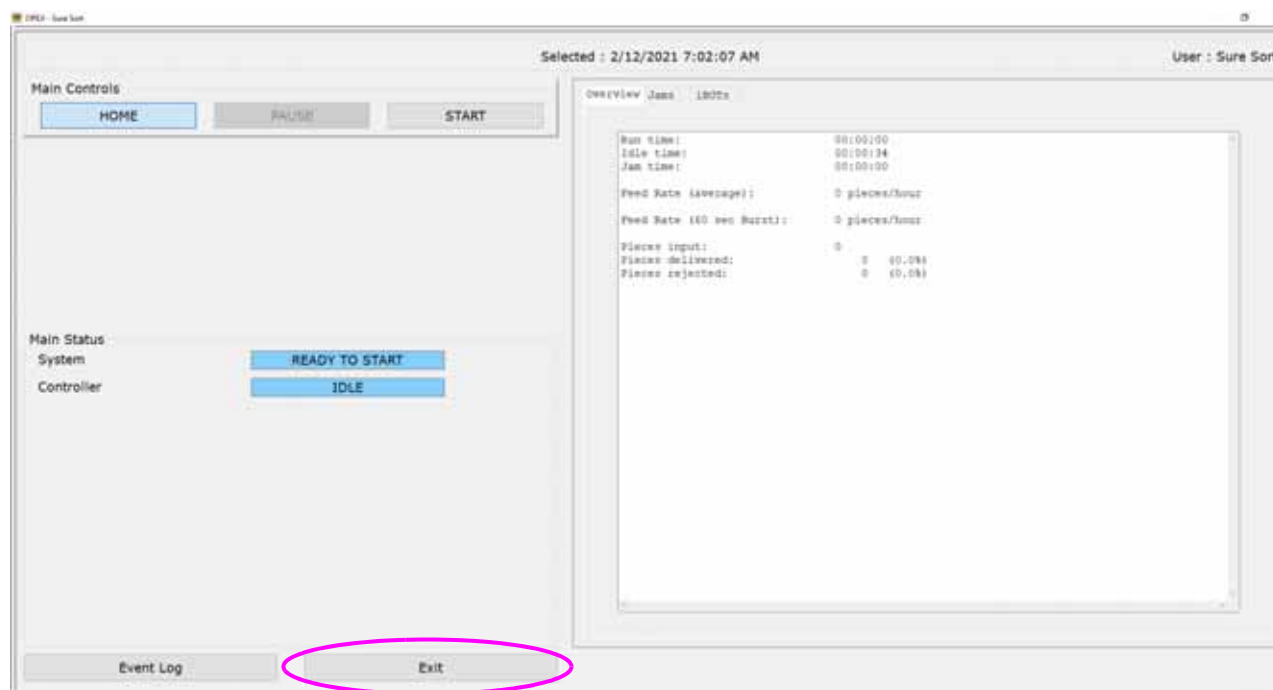

図 4-42: OPEX ホスト運転画面 「退出/Exit」ボタン
2. 運転画面から退出するにはホスト運転画面の [Exit] をクリック（図 4-42参照）します。